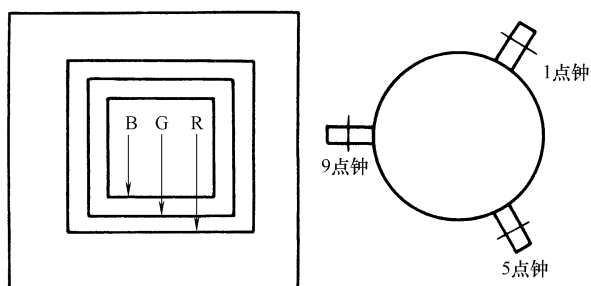

图 4-9 动会聚调整 (三)
3) 若出现如图 4-9 所示的情况时，可将一个橡皮楔从 9 点钟位置慢慢插入，使三个彩色方框重合在一起，再将另外两个橡皮楔从 1 点钟和 5 点钟的位置插入，最后用胶带固定。